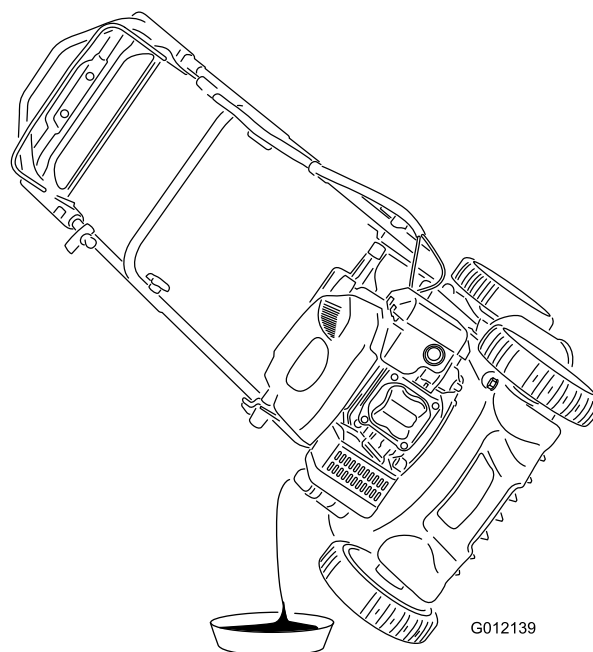

Figure 22
4. Inclinez la machine sur le côté (jauge en bas) pour vidanger l'huile usagée dans un bac de vidange par le goulot de remplissage (Figure 22).